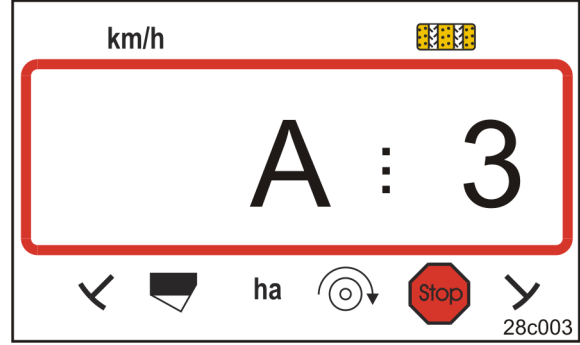

Fig. 36
- Gösterge (Fig. 36) görüntülenir